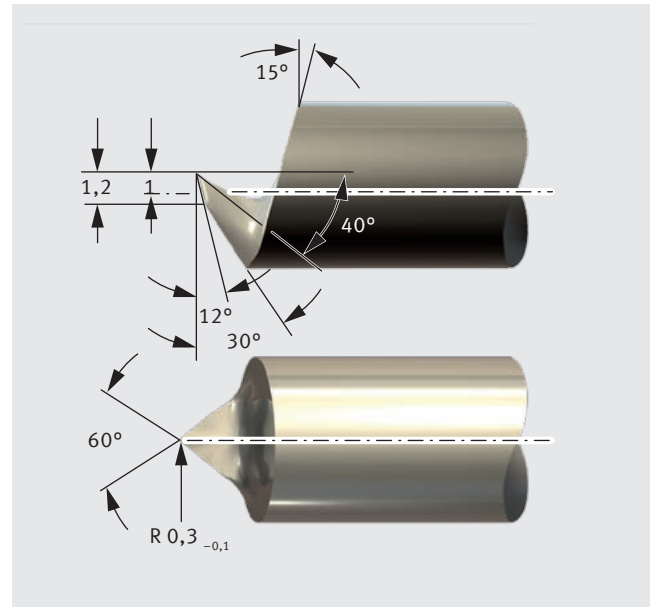

Fig. 67 : Outil de coupe pour KS Permaglide® P22 et P202
- outils en alliage dur (Fig. 67)